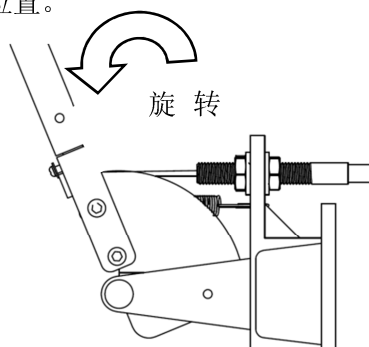

图 35 拉动松闸手柄示意图
2. 拉动松闸杆使其绕支点旋转见（P12 图 35），此时制动器打开完成松闸动作。松闸时注意溜车速度和轿厢平层，平层完成立即松开松闸杆停止松闸。